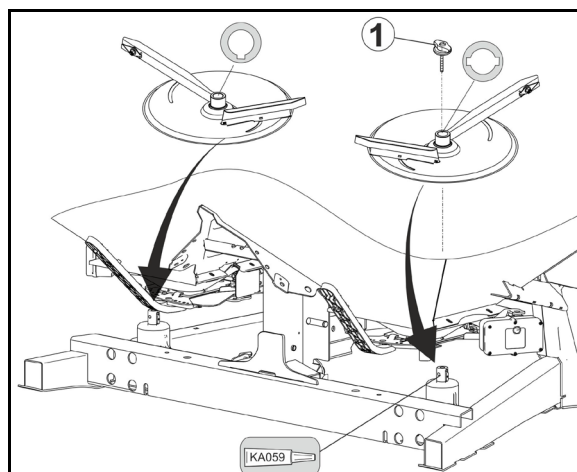

Рис. 68
3. На обратной стороне логарифмического диска (Рис. 68/1) для желаемой рабочей ширины захвата **18 м** найдите требуемый контрольный участок **27,75 м** для площади рассева **1/40 га**.
7. Возьмите в руки логарифмический диск приспособления для установки сеялки на норму высева. По шкале (Рис. 68/2) для собранного количества [кг] найдите числовое значение 17,5 (A) и установите напротив положения "К" (B) цветной шкалы (Рис. 68/3).
8. Найдите желаемую норму внесения удобрений (400 кг/га) (C) на шкале для нормы внесения (Рис. 68/1) и снимите показание требуемого положения заслонки (позиция "23" (D)).